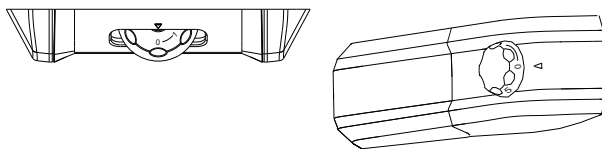

Fig.13
- 1) Gire la perilla a la posición "0". (fig. 13)